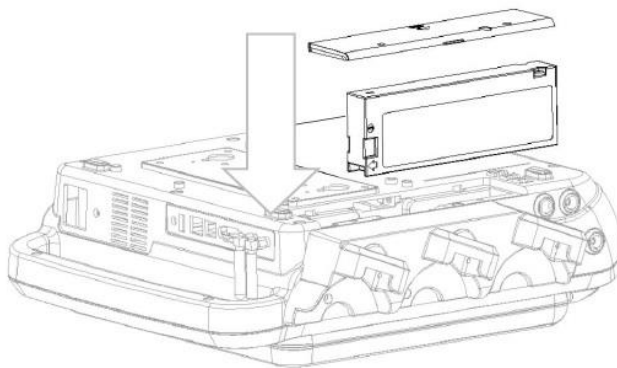

Fig. 3-1
- 2) Remova os parafusos do compartimento da bateria usando uma chave de fenda em cruz. Remova a tampa do compartimento da bateria (mostrada na Fig. 3-1).